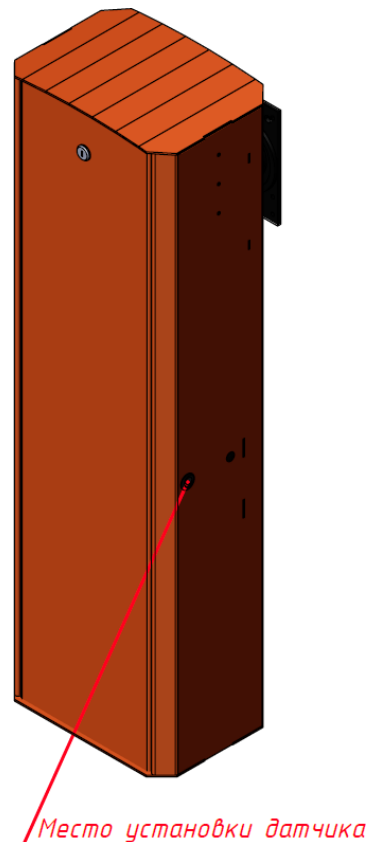

Рисунок 2 Установка излучателя
- Установить излучатель в тумбу шлагбаума, предварительно демонтировав заглушку, при необходимости расширить или просверлить отверстие $d=22\text{мм}$ (Рисунок 2)